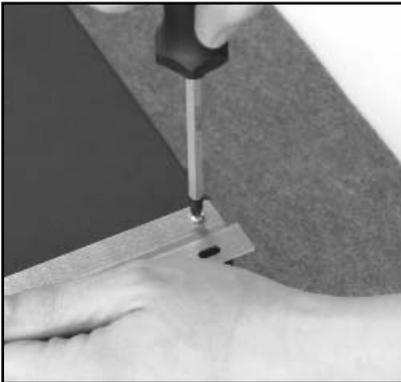

Bild 2
2. Lösen Sie mit einem Kreuzschraubendreher die 4 Schrauben an den Schienen. (Siehe Bild 2 und 3)